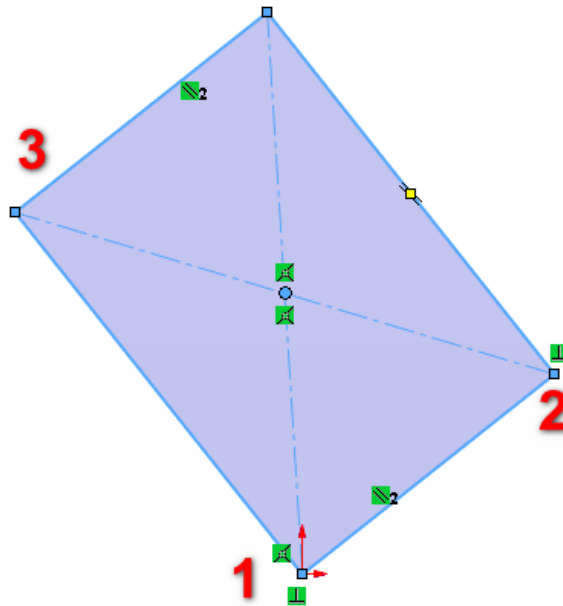

Рисунок 20 – Прямоугольник через 3 точки под углом
Первая точка в данном прямоугольнике определяет начало одной из сторон прямоугольника (1), вторая точка определяет длину и угол (2), под которым будет располагаться прямоугольник, и третья точка определит его ширину (3), рисунок 20.